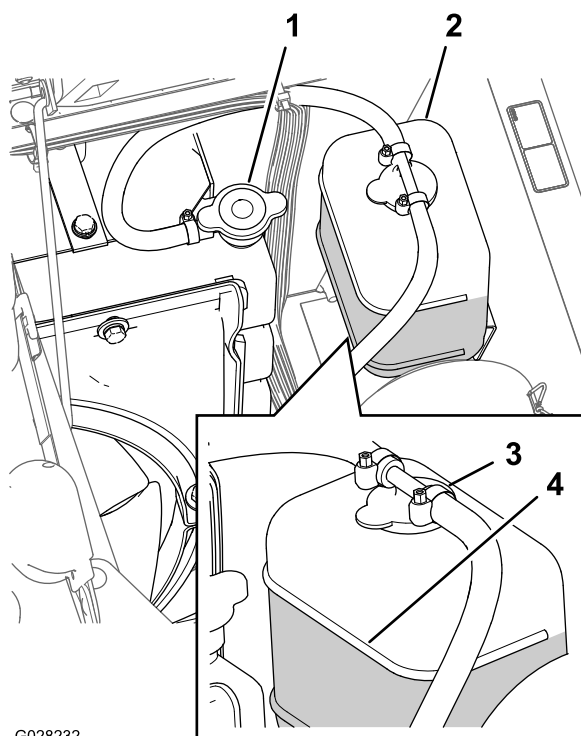

Figura 98
3. Îndepărtați cu atenție capacul radiatorului i capacul rezervorului de expansiune (Figura 98).
de expansiune trebuie umplut până la marcajul plin de pe rezervor (Figura 98).
5. În cazul în care nivelul de lichid de răcire este scăzut, îndepărtați capacul rezervorului de expansiune i capul radiatorului i umpleți rezervorul de expansiune până la marcajul plin, iar radiatorul până la partea superioară a gâtului de umplere (Figura 98).
6. Montați capacul radiatorului i capul rezervorului de expansiune (Figura 98).
2. Ateptai până când motorul s-a răcit, apoi îndepărtați capacul radiatorului (Figura 98).
6. Îndepărtați capacul radiatorului (Figura 98).
8. Pornii motorul cu capacul nestrâns la nivelul radiatorului (Figura 98).
10. De îndată ce lichidul de răcire se încălzete, completați nivelul lichidului de răcire până la suprafaa de etanare a capacului i strângeți capacul (Figura 98).
11. Deschideți capacul rezervorului de expansiune i umpleți rezervorul cu lichid de răcire până la nivelul Rece (Figura 98).